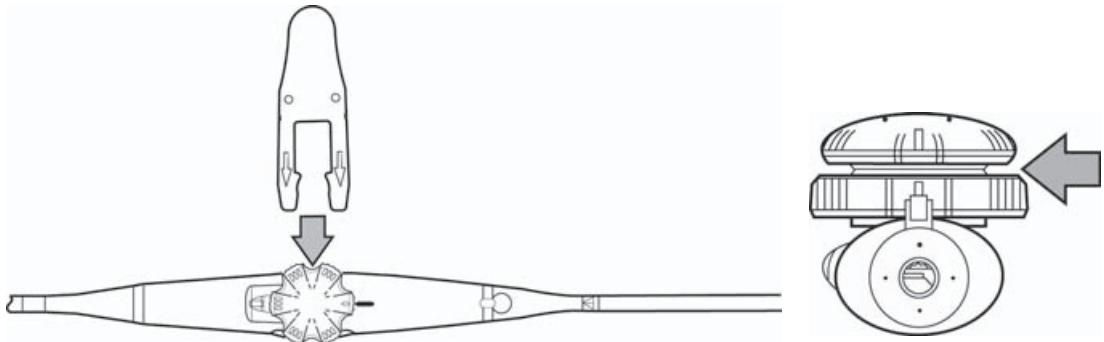

Figura 5 Inserción de la herramienta para la comprobación de perforaciones.
- 1 Introduzca la herramienta para la comprobación de perforaciones bajo el controlador del plano de exploración tal y como se muestra en la Figura 5. La herramienta para la comprobación de perforaciones se incluye con el transductor TEExi y TEExp.